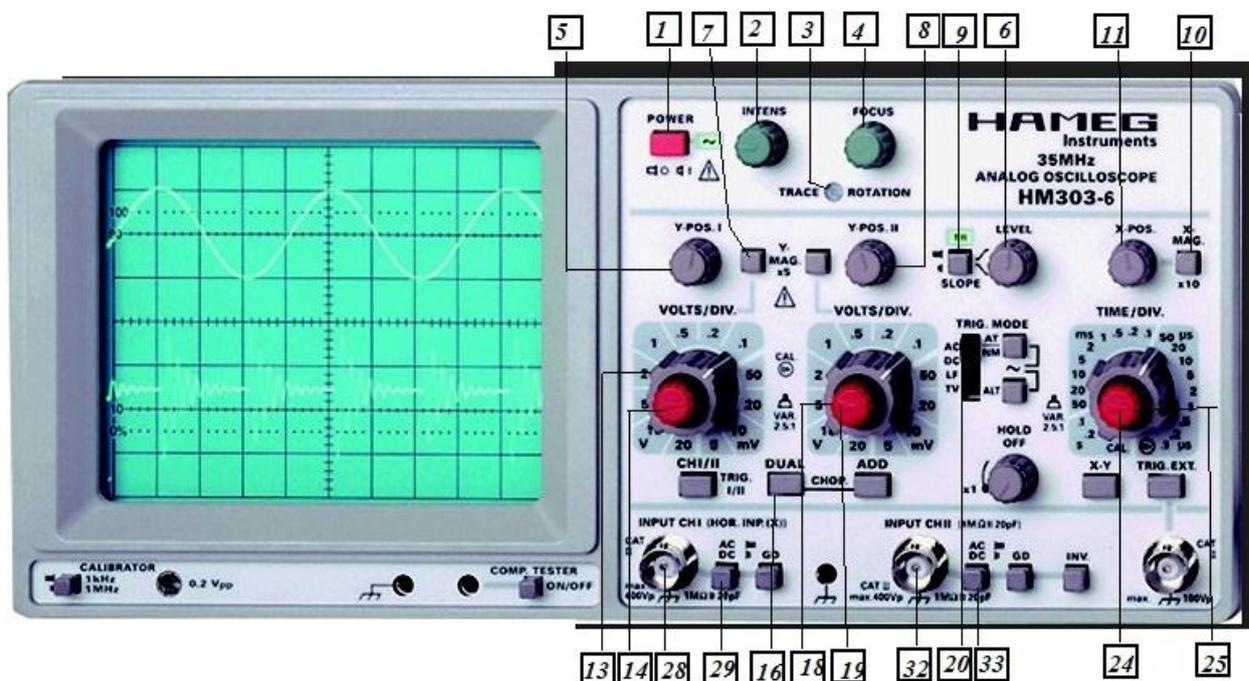

Figure 2 : Photographie d'un Oscilloscope de marque HAMEG 303 – 6
- 3) Visualisation d'une tension périodique. Si l'on applique une tension alternative sinusoïdale entre les plaques de déviation verticale, le spot oscille alternativement. La composition des deux déviations, horizontale (tension de signal triangulaire) et verticale (tension à étudier) donne sur l'écran une courbe qui représente, la variation de la tension au cours du temps que l'on souhaite visualiser (Figure 2).
Nous décrivons ci-après la dénomination et la fonction des principaux boutons de l'oscilloscope utilisé (Figure 2, 6).